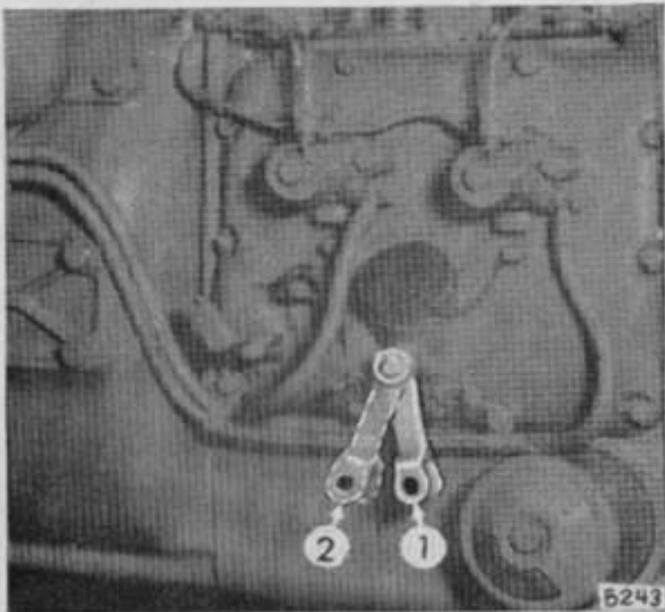

Bild 8
2. Drehzahlverstellhebel 1 (Bild 8) auf etwa  $\frac{1}{4}$  Laststellung 2 stellen, mit dem Handhebel oder Fußhebel.